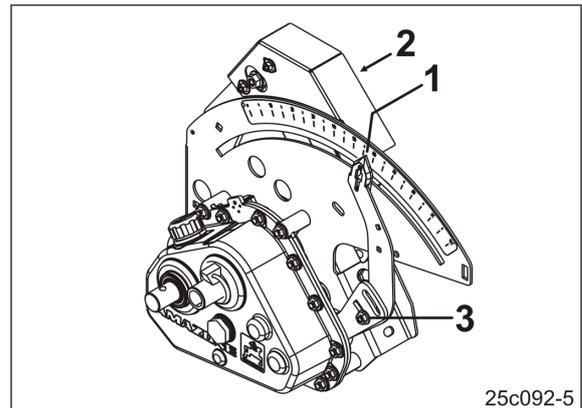

Fig. 25
2. Pulsar la tecla  hasta que el indicador (Fig. 25/1) indique el valor "0" de la escala y se ilumine el LED amarillo (Fig. 25/2).
3. Si fuera necesario, cambiar la posición de la palanca, desenroscándola y volviéndola a enroscar (Fig. 25/3), hasta que el indicador indique "0" y el LED amarillo se ilumine.